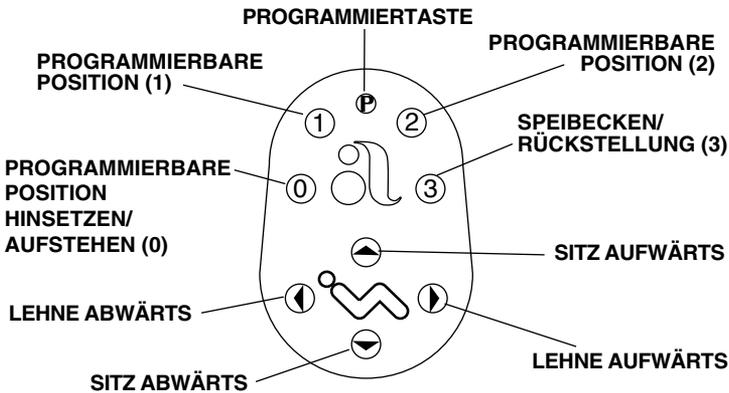
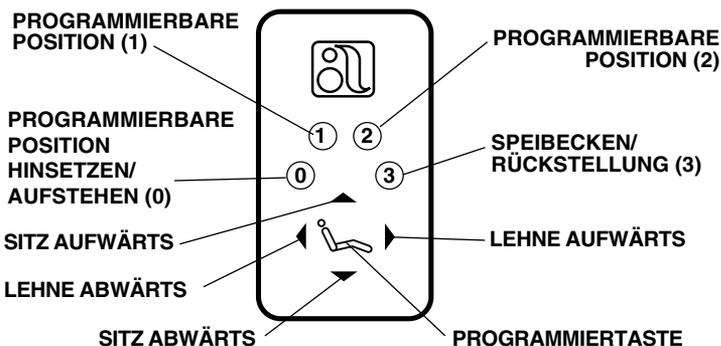

Abbildung 2: 8-Funktionen-Fußschalter
Abbildung 2a: Touchpad des Behandlungsstuhls
Die Funktionen des Behandlungsstuhls werden durch den 8-Funktionen-Fußschalter oder das als Sonderausstattung erhältliche Touchpad gesteuert (siehe Abbildung 2 bzw. 2a auf Seite 3).
Der 8-Funktionen-Fußschalter (siehe Abbildung 2) bzw. das Behandlungsstuhl-Touchpad (siehe Abbildung 2a) dienen zur manuellen oder programmierten Steuerung der Stuhlposition. Mit den Pfeiltasten auf dem Fußschalter bzw. Touchpad lassen sich die Lehnen- und Fußstützenneigung sowie die Sitzhöhe manuell einstellen. Die Nummerertasten sind für die Position *Hinsetzen/Aufstehen* (0) und für die programmierbaren Positionen bestimmt.
Eine programmierbare Position können Sie mit der Programmier Taste auf dem Fußschalter oder Touchpad ändern (siehe Abbildung 2 bzw. 2a auf Seite 3).
Drücken Sie die Taste für die Position 0 (*siehe Abbildung 2 bzw. 2a auf Seite 3*), um den Behandlungsstuhl in eine vorprogrammierte Position zum Hinsetzen oder Aufstehen zu bewegen.
Sie können die vorprogrammierte Position zum Hinsetzen/Aufstehen mit der Programmier Taste auf dem Fußschalter oder Touchpad ändern (*siehe Abbildung 2 bzw. 2a auf Seite 3*).